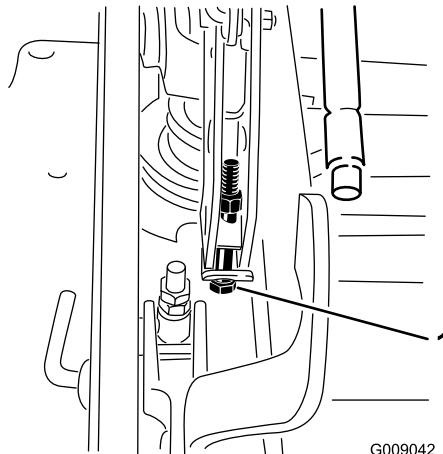

Figura 85
13. Se a plataforma estiver demasiado baixa, aperte o parafuso de ponto único de ajuste rodando-o no sentido dos ponteiros do relógio. Se a plataforma estiver demasiado alta, desaperte o parafuso de ponto único de ajuste rodando-o no sentido contrário ao dos ponteiros do relógio (**Figura 85**).